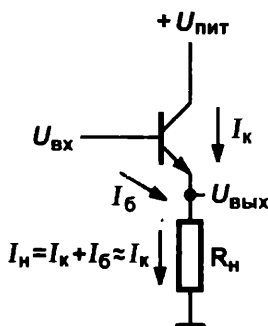

Рис. 6.7. Включение биполярного транзистора по схеме с общим коллектором
Схема с *общим коллектором* (о. к.) показана на рис. 6.7. Памятуя, что напряжение базы и эмиттера никогда не отличается более чем на 0,6–0,7 В, мы придем к выводу, что выходное напряжение такой схемы должно быть меньше входного именно на эту величину. Это так и есть — схема с общим коллектором иначе называется *эмиттерным повторителем*, поскольку выходное напряжение повторяет входное — за вычетом все тех же 0,6 В. Каков же смысл этой схемы?
Дело в том, что схема, показанная на рис. 6.7, усиливает сигнал по току (в количестве раз, определяемое величиной h_{21}), что равносильно тому, что собственное входное сопротивление этой схемы равно в h_{21} больше того сопротивления, которое стоит в цепи эмиттера. Поэтому в этой схеме мы можем подавать на «голый» вывод базы напряжение без опасности сжечь переход база-эмиттер. Иногда это полезно само по себе, если не слишком мощный источник (т. е. обладающий высоким выходным сопротивлением) нужно согласовать с мощной нагрузкой (в главе 9 мы увидим, как это используется в источниках питания). Кстати, схема с о. к. *не инвертирует* сигнал — в отличие от схемы с о. э.
- усиление по напряжению (дифференциальному) составляет 100 и более раз. Если вы хотите получить точно определенный коэффициент усиления, в каждый из эмиттеров нужно ввести по одинаковому резистору — тогда $K_{ус}$ будет определяться, как для каскада, показанного на рис. 6.7. Но обычно в таком режиме дифференциальные усилители не используют — их включают в системы с общей обратной связью, которая и задает необходимый коэффициент усиления (см. главу 8);